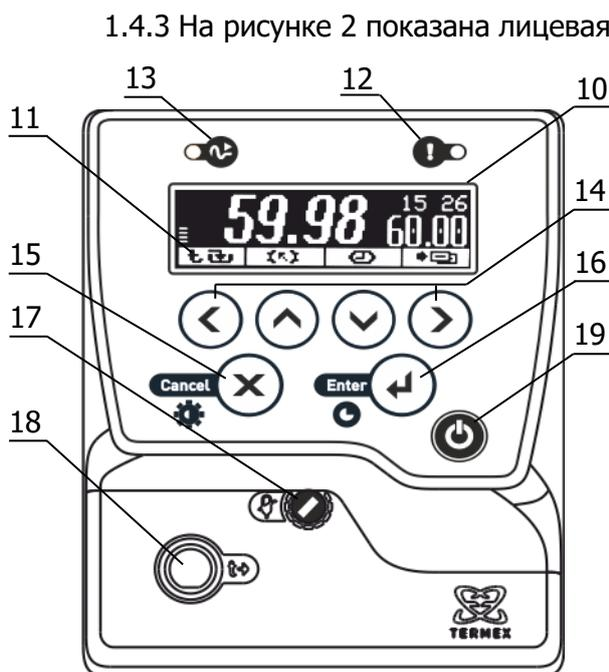

Рисунок 2 — Лицевая панель
Система безопасности термостата отключает двигатель насоса и нагреватель при срабатывании хотя бы одной из защит или неисправности управляющего датчика (1.2.15). При срабатывании системы безопасности раздается звуковой сигнал, загорается индикатор 12 (рисунок 2) и на дисплей 10 выводится информация о причине неисправности.
2.3.1 После подключения сетевого кабеля к электрической сети термостат переходит в режим ожидания. Подключение сопровождается кратковременной подсветкой дисплея 10 (рисунок 2).
2.5.6 Для выбора уставки в качестве текущей кнопками (▲) и (▼) подвести к ней указатель. Значение отмеченной указателем уставки дублируется крупными цифрами в правой части дисплея. Для подтверждения выбора отмеченной уставки нажать кнопку 16 (←). Для отмены выбора нажать кнопку 15 (✕) (рисунок 2).
2.5.7 Для изменения численного значения отмеченной указателем уставки нажать кнопку (▶). На рамке, обрамляющей значение уставки в правой части дисплея, появятся "засечки", указывающие на изменяемую позицию в численном значении. Цифра в отмеченной позиции мигает. Нажатиями кнопок (▲) и (▼) установить требуемую цифру в отмеченной позиции. Если удерживать кнопку нажатой, значение уставки будет изменяться непрерывно. Нажатиями кнопок (◀) и (▶) переместить отметку изменяемой позиции. Дискретность изменения значения уставки зависит от положения изменяемой позиции: если отмечена позиция десятков, то при единичном нажатии кнопки (▲) или (▼) значение уставки изменится на 10 °С. Если отмечена позиция десятых долей, то значение уставки изменится на 0.1 °С соответственно. Закончить ввод нового значения уставки нажатием кнопки 16 (←). Для возврата к значению уставки до ее изменения нажать кнопку 15 (✕) (рисунок 2).